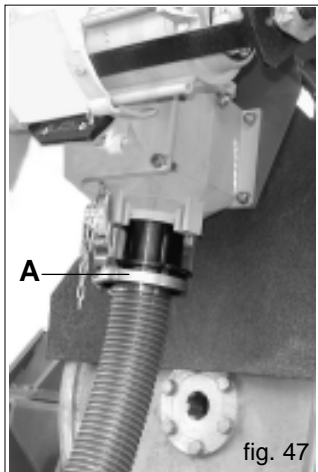

fig. 47
- b) Togliere la curva posta sotto il canale dell'iniettore, innestare nella medesima posizione il tubo di raccolta fornito in dotazione (A Fig. 47) ed al capo opposto del tubo posizionare un contenitore di raccolta, girare la ruota di trasmissione nel senso di marcia servendosi della manovella.